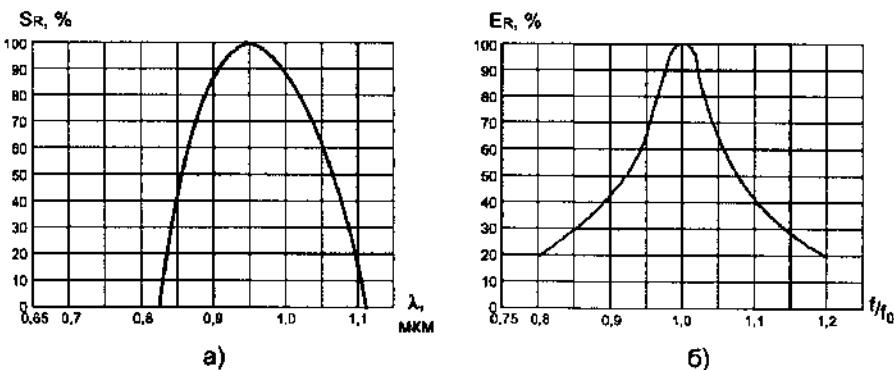

Рис. 9. Зависимость чувствительности (при 25°C):
- Фотоприемник предназначен для работы с излучением длиной волны 950 нм (рис. 9, а);
- Имеется внутренний полосовой фильтр для выделения принимаемой частоты (рис. 9, б);